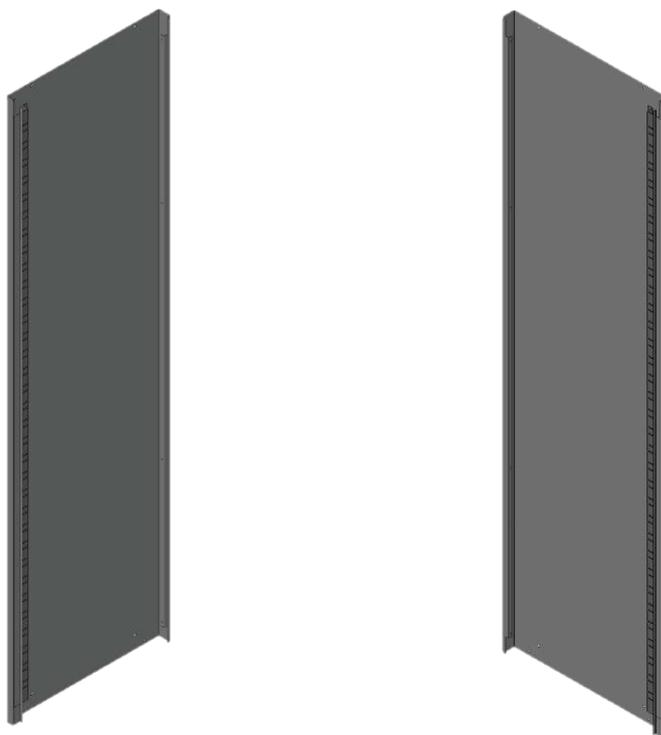

Рис. 2
4.2 Подготовить стенки шкафа (рис. 2).